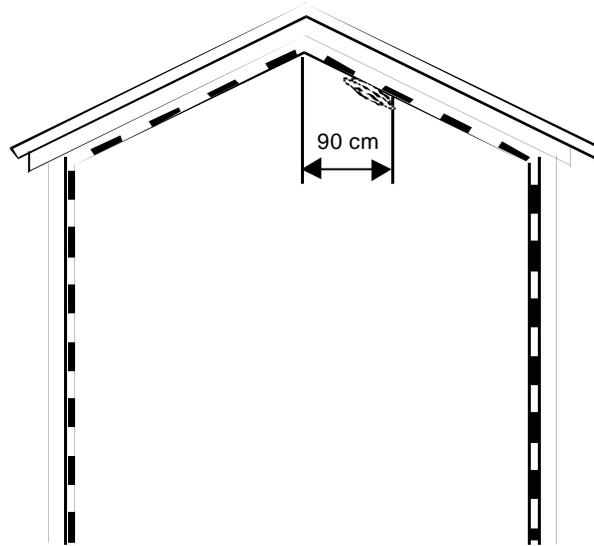

Figura 18
- En instalaciones con el techo inclinado, instalar el detector de incendio como se indica en la figura 18.